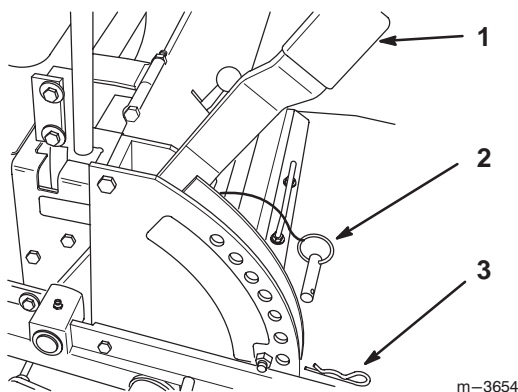

Figure 11
1. Relevez le levier de sélection de hauteur de coupe en position de transport (qui correspond aussi à la hauteur de coupe de 114 mm) (Fig. 11).
2. Pour changer de hauteur de coupe, retirez la goupille fendue et l'axe de chape du support de hauteur de coupe (Fig. 11).
3. Placez l'axe de chape dans le trou du support correspondant à la hauteur de coupe voulue (Fig. 11).
4. Fixez l'axe de chape avec la goupille fendue (Fig. 11).